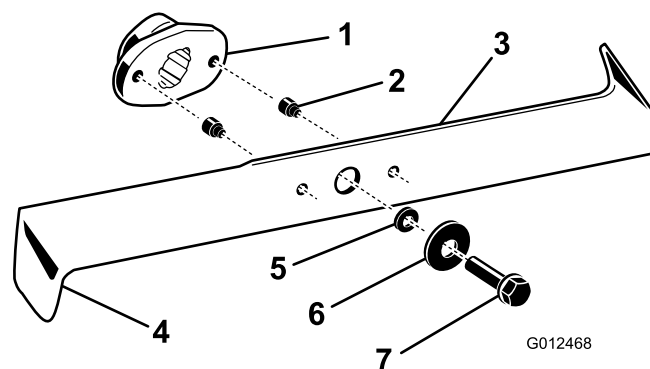

Figura 37
2. Controllate i taglienti (Figura 37). Se i taglienti non sono affilati o presentano intaccature, togliete le lame ed affilatele; vedere Affilatura delle lame.
3. Controllate le lame, in particolare i bordi curvi (Figura 37). In caso di usura o scanalature in questa parte della lama, montate immediatamente lame nuove.
4. Sostituite immediatamente i perni di sicurezza se sono spezzati (Figura 37).
3. Togliete i bulloni, le rondelle e le lame (Figura 37). In sede di rimozione dei bulloni, per bloccare le lame inserite un blocco di legno tra ogni lama e il tosaerba.
1. Montate le lame, le rondelle e i bulloni delle lame (Figura 37).